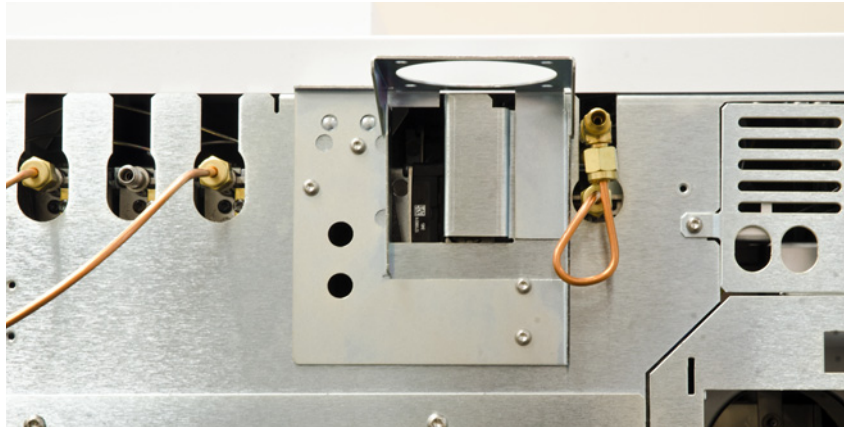

图 13. 支架 5003-1356 已安装到 7890 GC 上
- 2 使用 T-10 Torx 螺丝刀安装四个 T-10 螺钉，将支架固定到 GC 上。请参阅图 13。